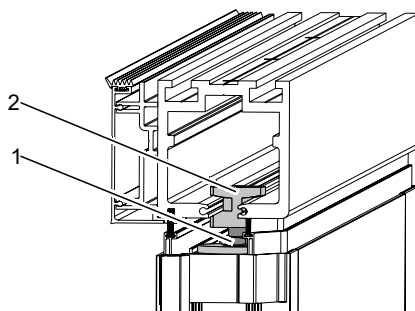

Abb. 44: Schrauben an den Festhalterungen lösen
- Feststellschrauben (Abb. 44/1) an den Festhalterungen mit Schraubenschlüssel (Abb. 44/2) leicht verdrehen, damit das Festteil leichter aus der Laufschiene entnommen werden kann.